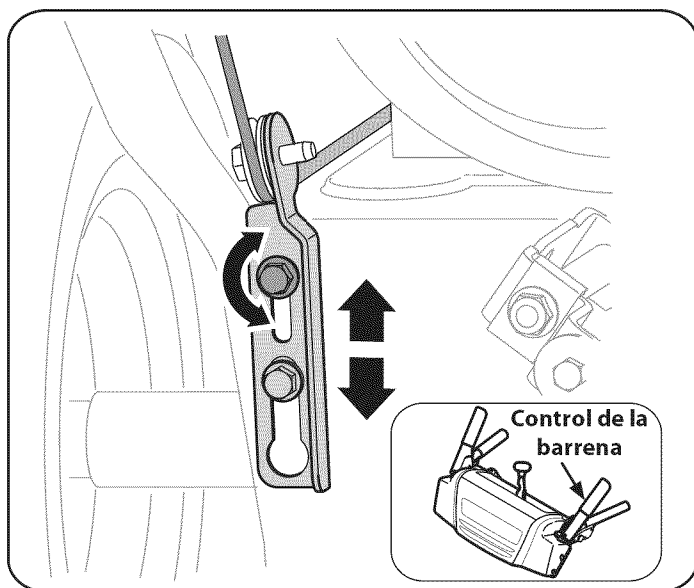

Figura 11
1. El control de la barrena se encuentra en el mango izquierdo. Consulte la Figura 11 el recuadro. Cuando se suelta el control de la barrena y está en posición desengranada arriba, el cable debe tener muy poco juego. NO debe estar tenso.
4. Deje la barrena engranada durante aproximadamente diez (10) segundos antes de soltar el control de la barrena. Repita esta operación varias veces.
8. Ubique la ménsula hacia arriba para brindar más juego (o hacia abajo para aumentar la tensión del cable). Vea la figura 11.